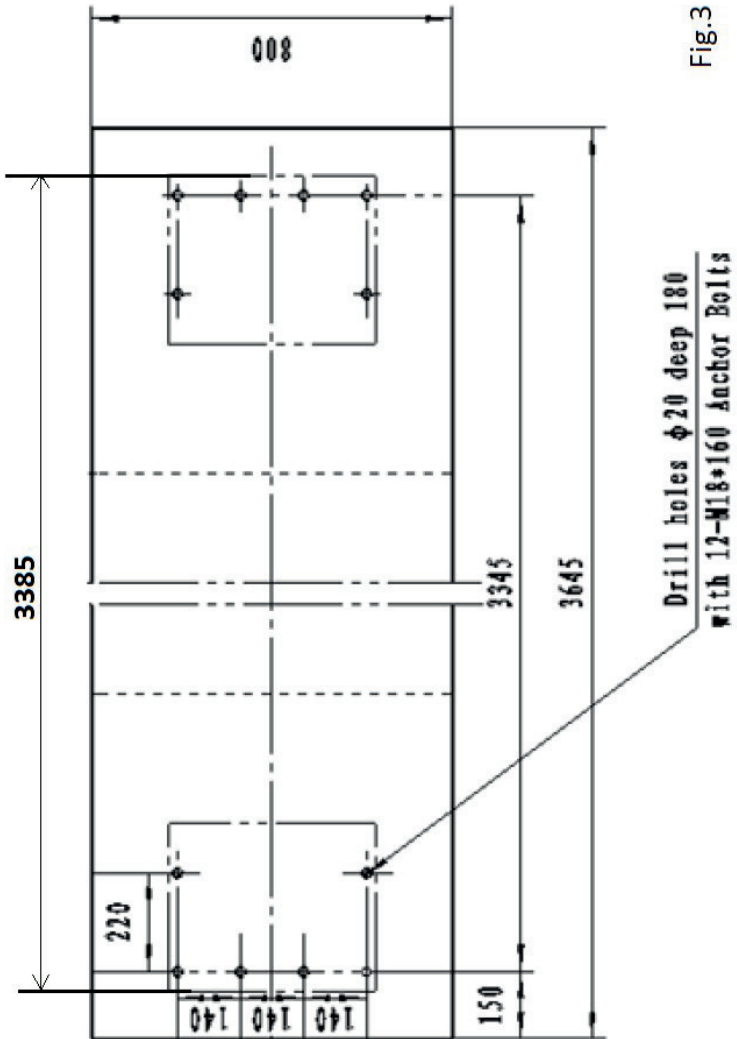

Fig.3
4. Les deux poulies inférieures ont un côté droit, assurez-vous qu'il est tourné vers le bas (fig.3), puis entrez le câble en acier à travers.